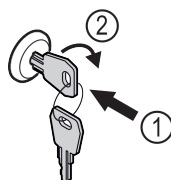

Fig. 207
- Insérer la clé. Fig. 207 (1)
- Tourner la clé à 90° dans le sens horaire. Fig. 207 (2)